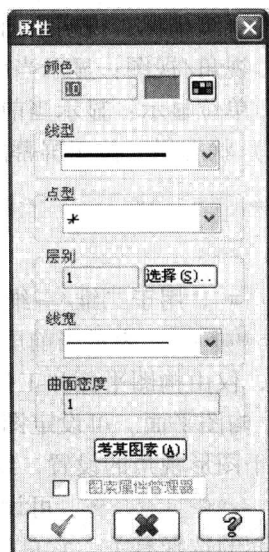

图 1-9 【属性】对话框
7) **属性**。可设定当前的绘图颜色、图层、线型、线宽等，它也反映着当前图素的类型。单击 **属性** 按钮，系统弹出【属性】对话框，如图 1-9 所示。